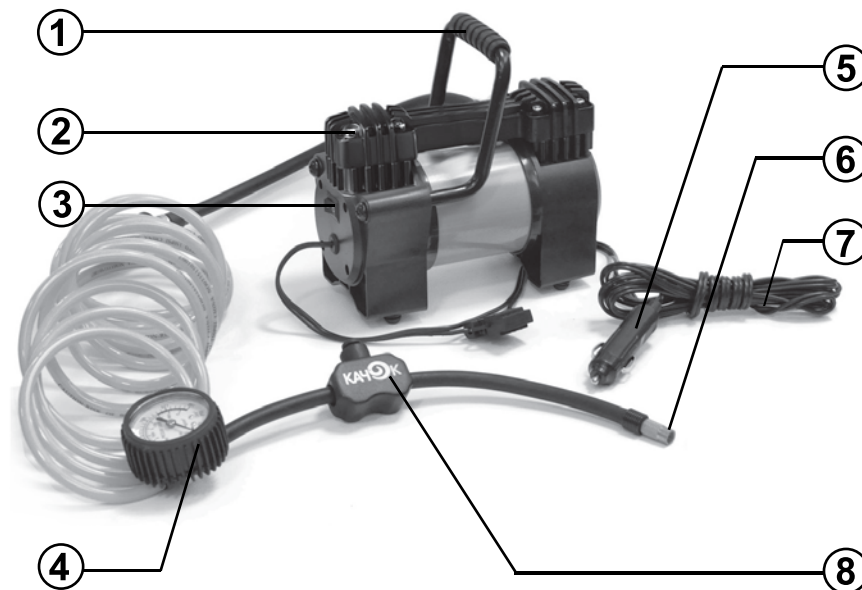

РИС. 1
**ВНИМАНИЕ!** Данная модель компрессора снабжена специальным клапаном „Deflator” (8.-рис.1), при помощи которого легко и удобно регулировать давление в шинах путем стравливания воздуха. Нажмите на клапан и отслеживайте значение давления на манометре.